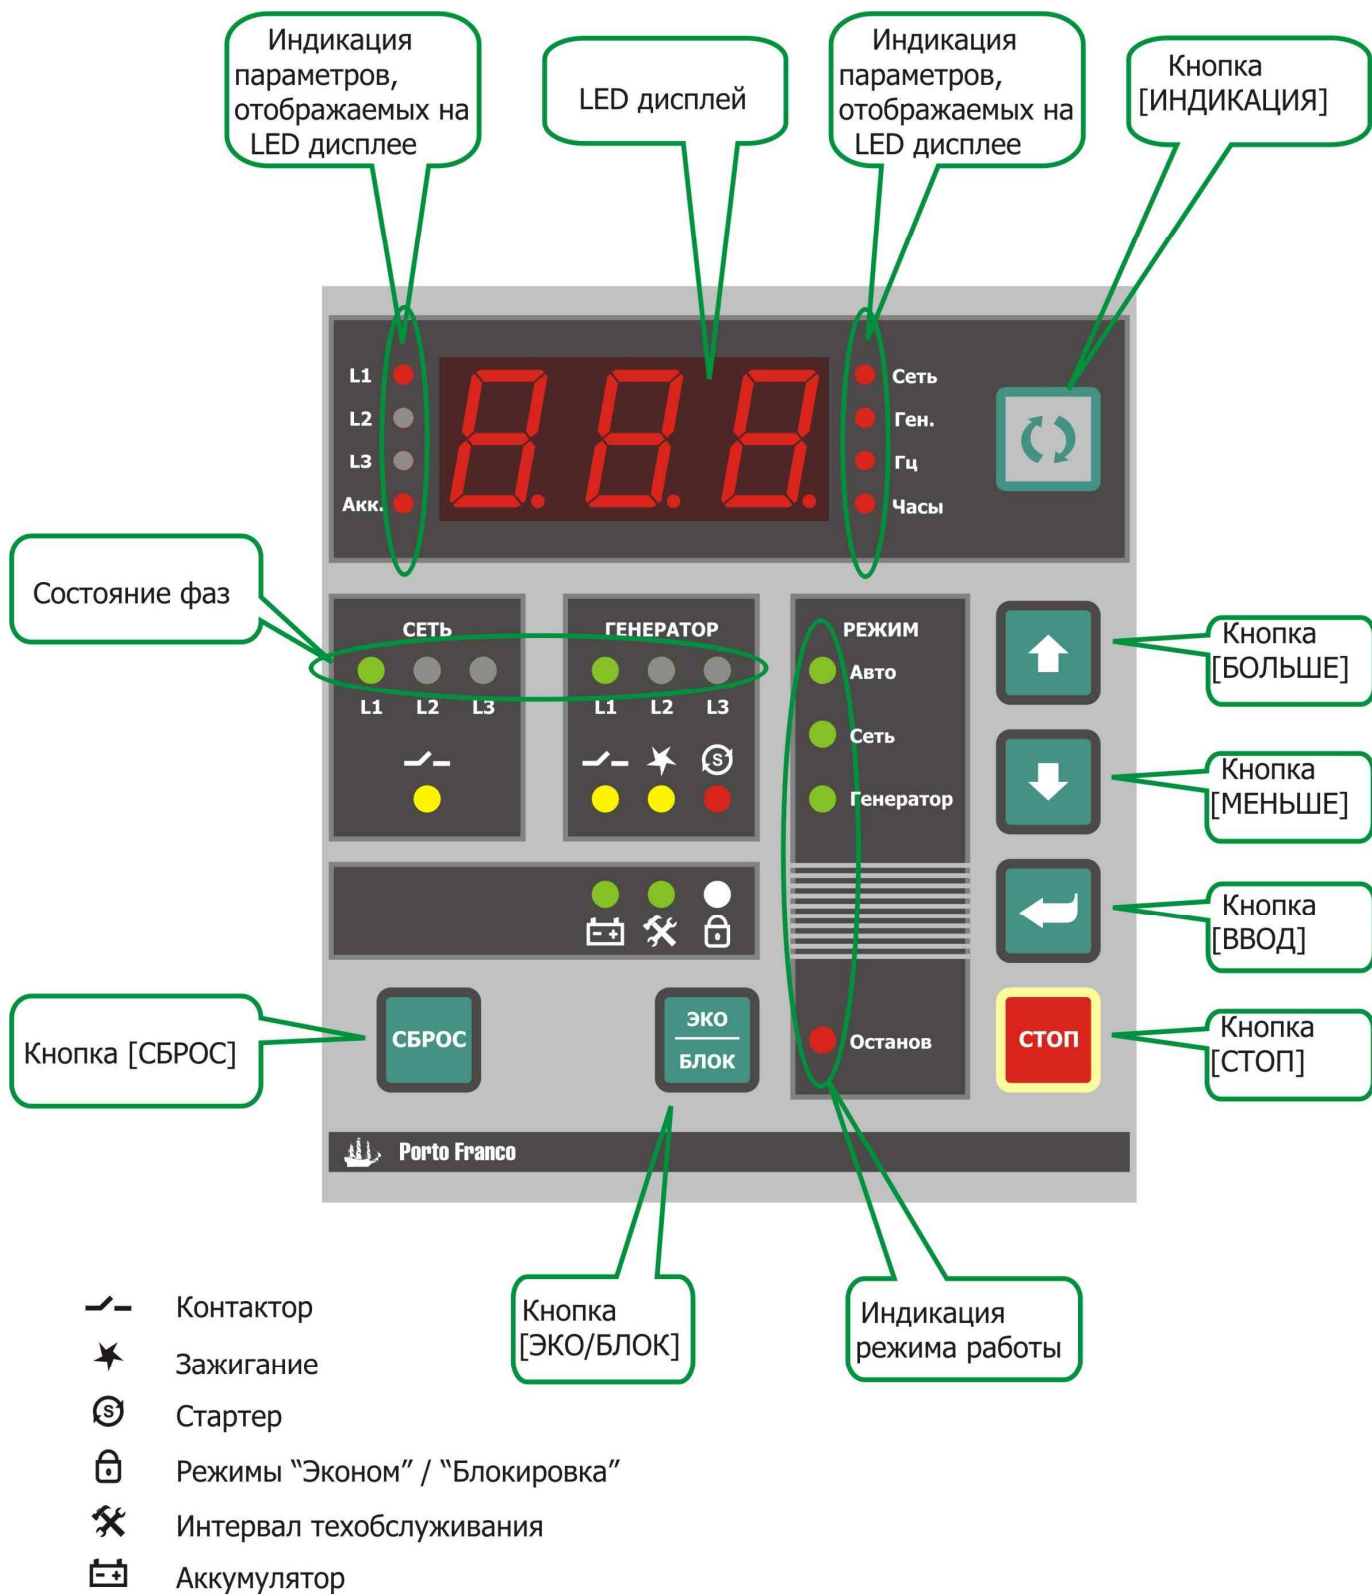

Рис. 5.2. Панель индикации и управления
На передней панели контроллера расположены следующие элементы индикации (рис. 5.2):
5.4.2 На панели индикации и управления (Рис. 5.2) расположены следующие элементы: